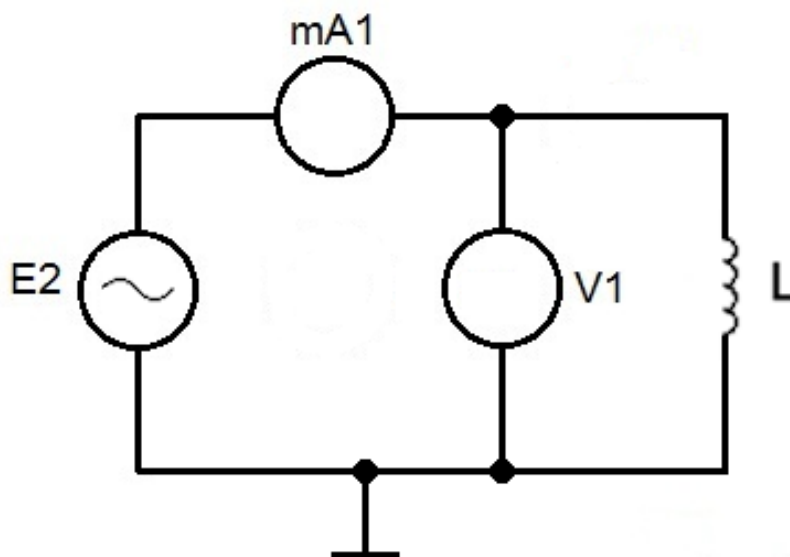

Рис. 1. Схема 1
1. Собрать исследуемую схему (рисунок 1), **не присоединяя** провод к зажиму источника E2.